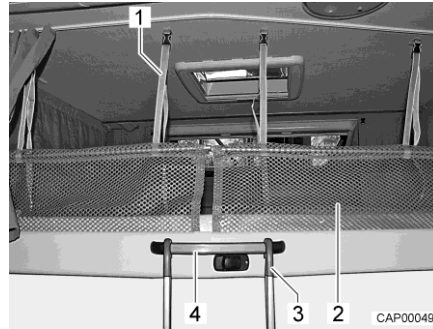

Fig. 88 Escalera de ascenso y red de seguridad
- Enganchar la escalera de ascenso (Fig. 88,3) con las dos horquillas en el asidero (Fig. 88,4) de la cama elevada.
Las redes de seguridad (Fig. 88,2) con los cinturones de sujeción están guardadas debajo del colchón. Extender las redes de seguridad apenas cuando las personas ya se encuentren en la cama elevada.
- Engatillar los cinturones de sujeción (Fig. 88,1) en los soportes en el techo.